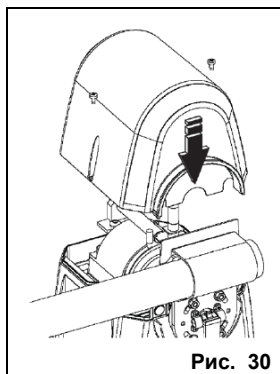

Рис. 30
- Поставить на место верхнюю крышку. Рис. 30.